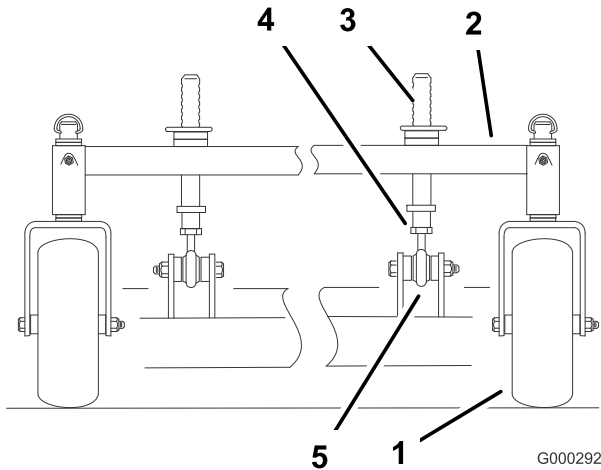

Figure 66
1. Vous pouvez régler les montants de hauteur de coupe avant pour modifier l'inclinaison avant/arrière (Figure 66).
2. Pour élever l'avant du plateau de coupe, desserrez le contre-écrou et tournez la goupille avant dans le sens horaire (Figure 66).
3. Pour abaisser l'avant du plateau de coupe, desserrez le contre-écrou et tournez la goupille avant dans le sens anti-horaire (Figure 66)
6. Resserrez les écrous de blocage (Figure 66).